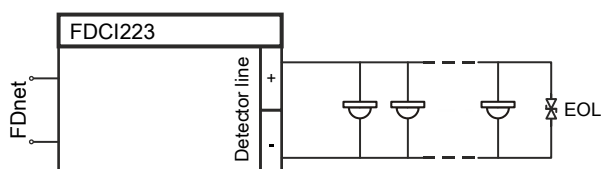
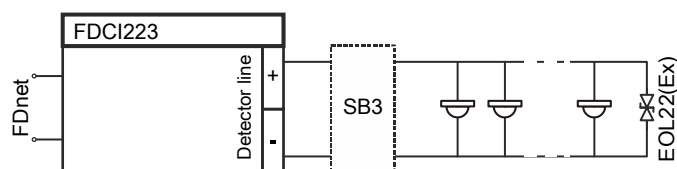

Fig. 5
Fig. 6
Electrical connection (Fig. 5...7)
2. Connect the end-of-line (EOL). This must be connected at the end of the line (Fig. 5 Transzorb diode, Fig. 6 EOL22(Ex)).
Elektrischer Anschluss (Fig. 5...7)
2. Schließen Sie den Linienabschluss (EOL) an. Dieser muss am Ende der Leitung angeschlossen werden (Fig. 5 Transzorbdiode, Fig. 6 EOL22(Ex))!
Raccordement électrique (fig. 5...7)
2. Branchez l'élément terminal (EOL). Celui-ci doit être raccordé à l'extrémité du câble (fig. 5 Diode Transzorb, fig. 6 EOL22(Ex)) !